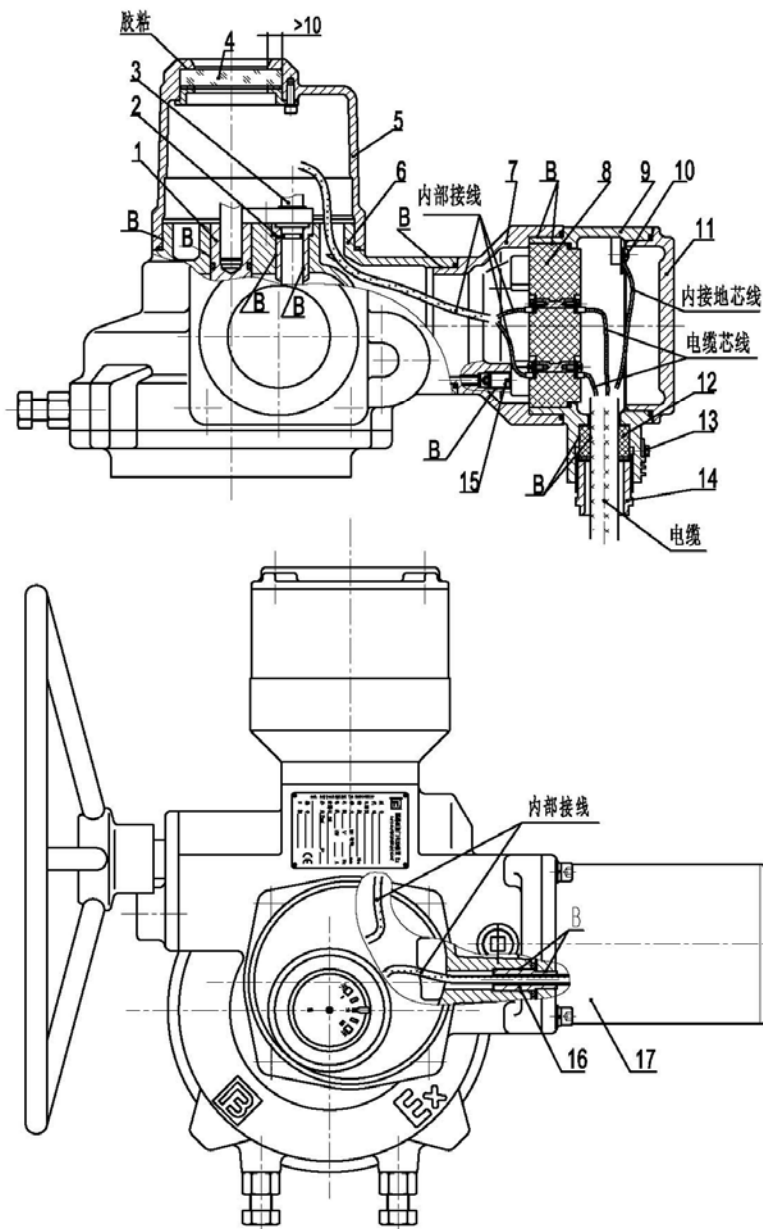
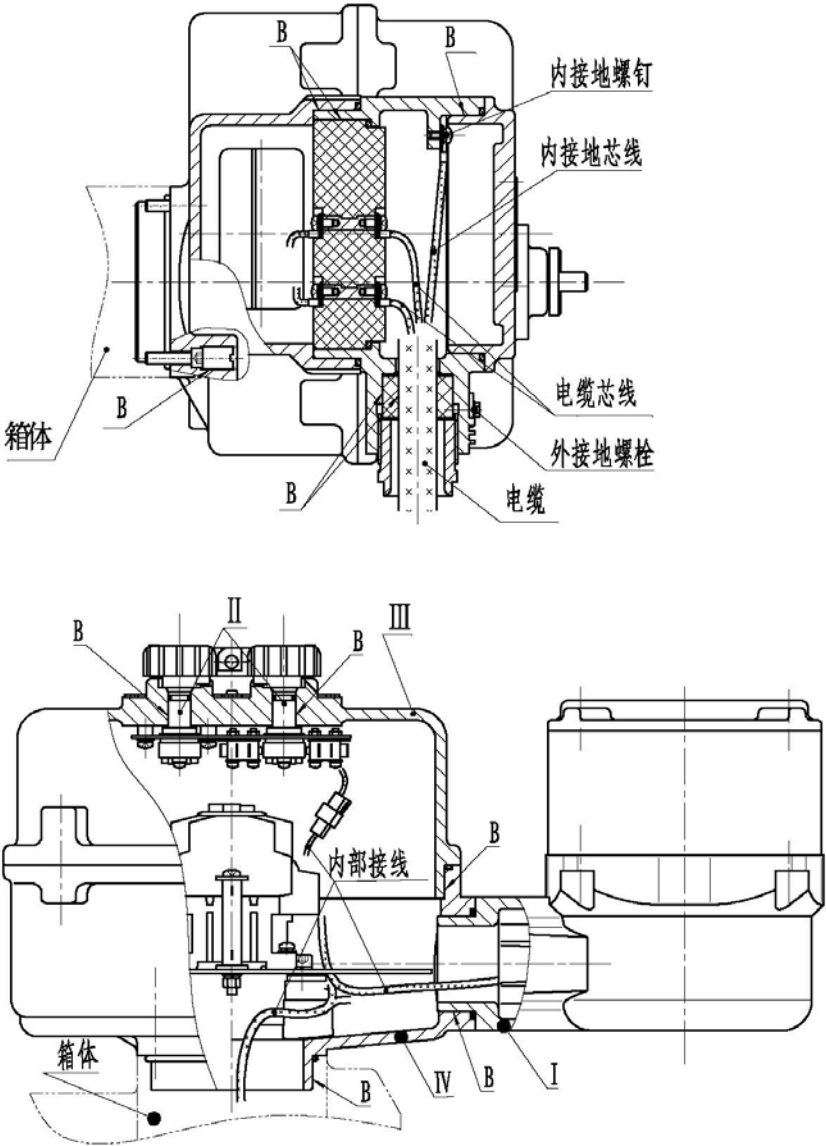

图 1 普通防爆型结构图
图 2
- ◆ 图 1、图 2 中所示的隔爆结合面（标记 “B”），在调试、维修时均不得有磕碰、划伤现象。整体接线盒座与箱体连接处的四个隔爆螺钉绝对不可漏装。
- ◆ 当隔爆零件损坏时，应立即更换。合格零件未装上前产品不得进行电动操作（隔爆零件的名称参见图 1 和隔爆零件明细表）。
普通防爆型结构图详见图 1
- ◆ 整体防爆型产品是在普通防爆型产品的基础上,将普通防爆箱罩部套替换为张体防爆箱罩部套使电动装置成为整体型结构。您在使用整体型产品时，其防爆结构请将图 1，图 2 结合起来参考。